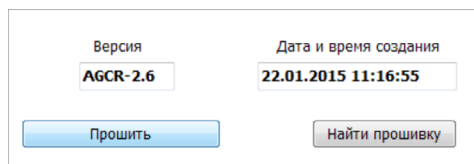

Рис.14. Чтение прошивки и загрузка прошивки в устройство.
- После загрузки файла прошивки вам станет доступной кнопка «Прошить» и появится информация о прошивке: версия, дата и время создания файла (Рис.14).